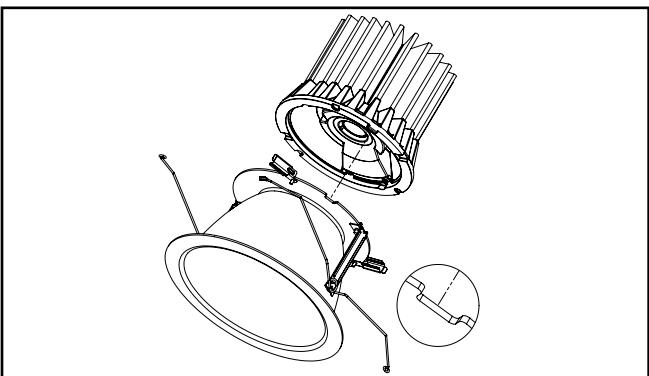

Figure 5
5. Insérez le moteurgénérateur de lumière lumineux à DEL sur dans l'ensemble assemblage de la garniture. Alignez la languette sur le moteur lumineux à DEL sur l'assemblage de la garniture (Figure 5).